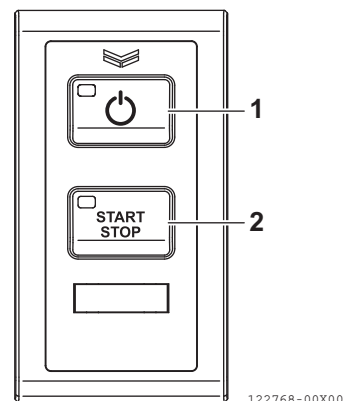

Abbildung 35
4. Den Hauptschalter auf dem Schaltfeld der gewählten Station drücken **(Abbildung 35, (1))**.
9. Den START/STOP-Schalter (**Abbildung 35, (2)**) drücken und den Anlasser einschalten.